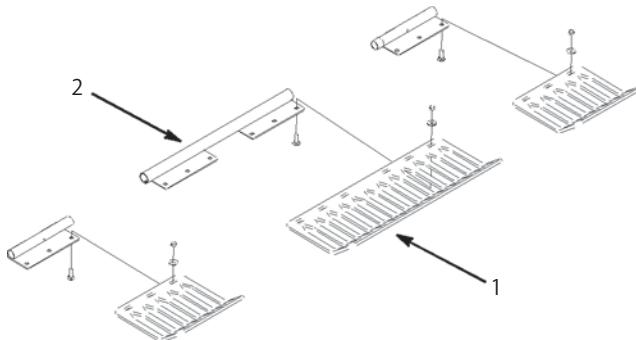

図24
3. ターフ・ガード・ブラケットにターフ・ガードを仮止めする (図24; 全部で 12 本のキャリッジボルトを使用)。この時点ではボルトは締め付けない。キャリッジボルトの頭がターフ・ガード・ブラケットの下になるように取り付けること。